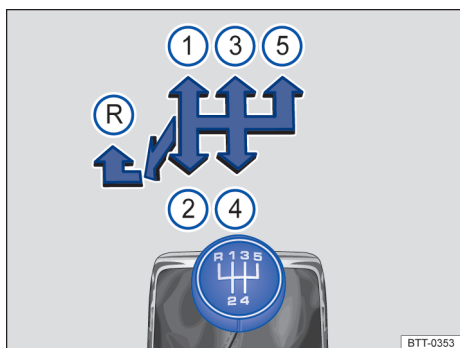

Fig. 85 Esquema de troca de marchas da transmissão manual de 5 marchas.
As posições de cada marcha estão representadas na alavanca de troca de marcha → Fig. 85.
- Empurrar a alavanca de troca de marcha totalmente para a esquerda e depois para frente até a posição da marcha a ré → Fig. 85 (R).